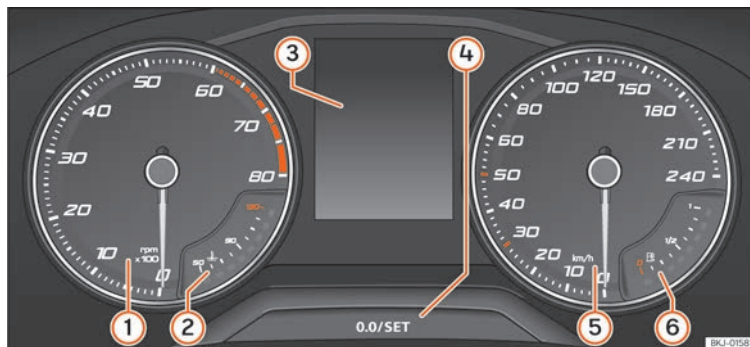

Fig. 68 Cuadro de instrumentos en el tablero de instrumentos.
»» fig. 68:
- Pulse brevemente el botón **0.0/SET** »» fig. 68 ④ para restablecer el cuentakilómetros parcial a 0.
- Mantenga pulsado el botón **0.0/SET** ④ durante unos 3 segundos y se visualizará el valor anterior.